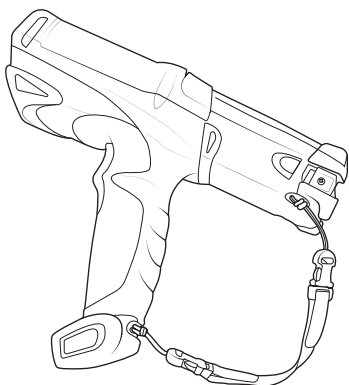

FIG. 5
4. Repeat steps 2 and 3 using the captive hole located near the rear bottom of the barcode scanner. Attaching both loop attachments completes the strap system. [fig. 5].
4. Repita los pasos 2 y 3 con el orificio de sujeción que está cerca de la parte inferior trasera del escáner. Al enganchar ambos conectores de lazo, se completa el sistema de la correa [fig. 5].
4. Répétez les étapes 2 et 3 pour le trou captif situé près de la partie inférieure arrière du lecteur de code-barres. Une fois les deux boucles d'attache souples fixées, le système de sangle est prêt. [fig. 5]
4. Wiederholen Sie die Schritte 2 und 3 am Loch nahe der unteren Hinterseite des Strichcode-Scanners. Durch die Befestigung beider Schlaufenbefestigungen wird das Riemensystem vervollständigt. [abb. 5]